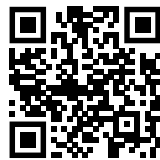

Fig. 139
- ▶ 请打开 Liebherr SmartMonitoring Dashboard。（参见 Fig. 139）